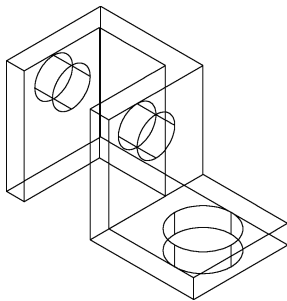

图 12-14 绘制圆柱体
(8) 单击“三维工具”选项卡“建模”面板中的“圆柱体”按钮, 以 (3.97, 1.25, 0) 为中心点, 以 0.75 为底面半径, 0.5 为高度绘制圆柱体, 结果如图 12-14 所示。